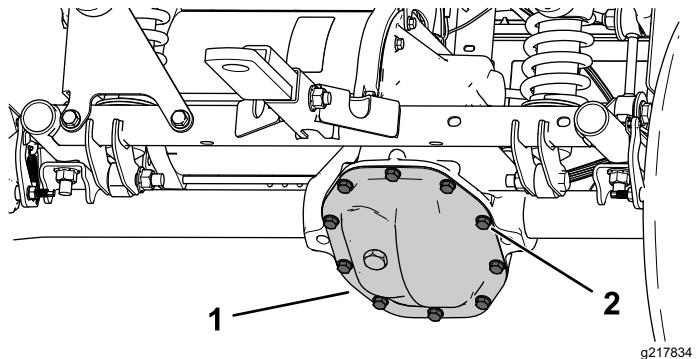

Figura 55
1. Alineie um recipiente de escoamento com a cobertura da transmissão (Figura 55).
2. Retire os parafusos da cobertura da transmissão e drene completamente o fluido (Figura 55).